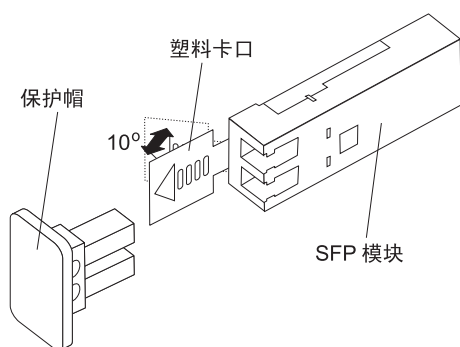

图 25. 松开塑料材质的 SFP 模块滑锁
- 如图 25 中所示，对于包含塑料卡口的 SFP 模块，拉动塑料卡口以松开 SFP 模块滑锁。